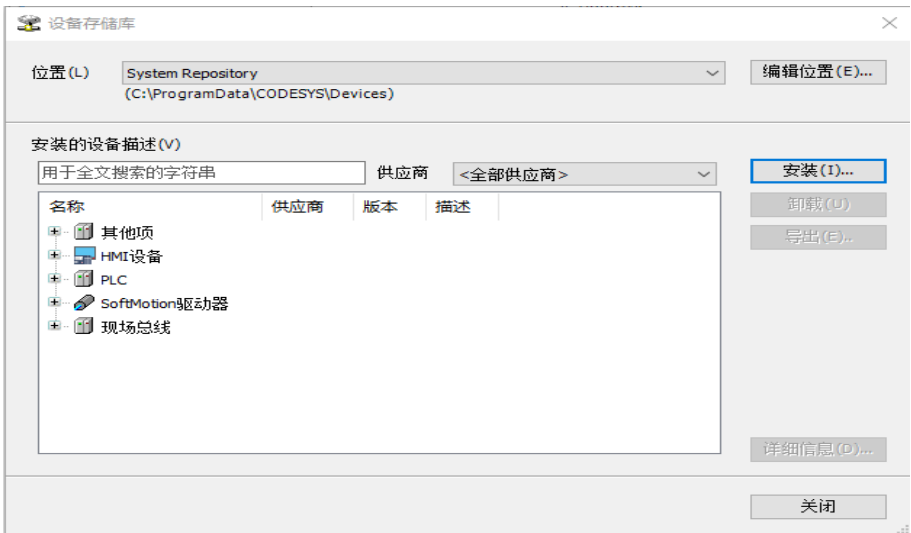

图 8-2 选择设备存储库...
(1) 打开 CODESYS 软件，点击菜单栏“工具”，在弹出的列表中选择“设备存储库...”，如下图 8-2。